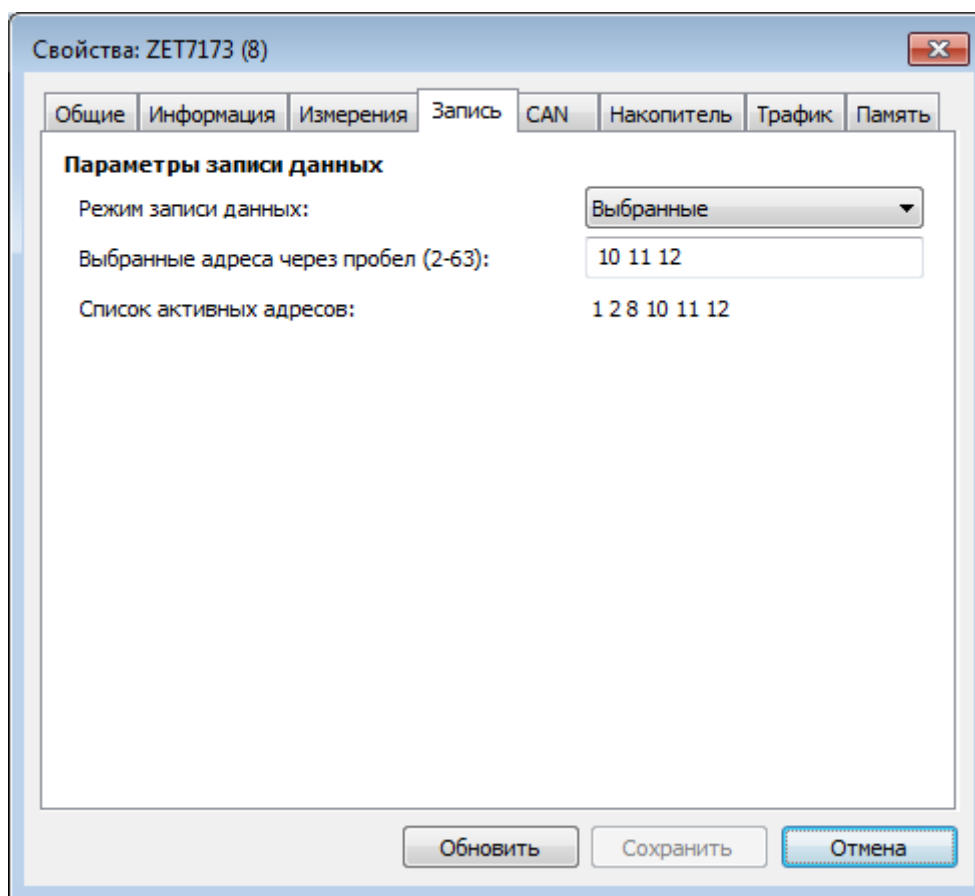

Рис. 2.14 Вкладка «Запись»
7. Зайти во вкладку «Запись» (Рис. 2.14), расположенную в меню «Свойства» цифрового регистратора ZET 7173.